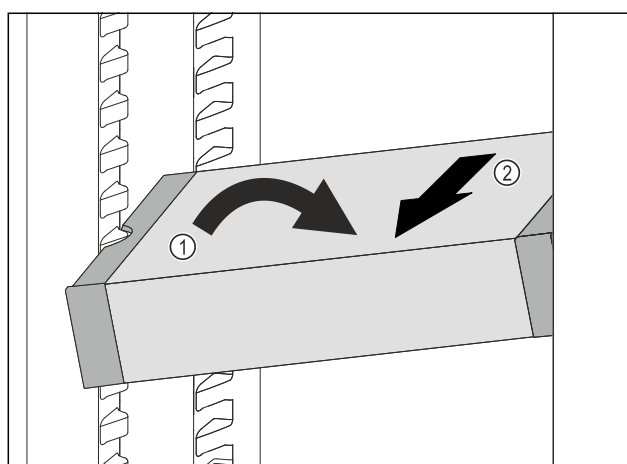

Fig. 66
- ▶ VarioSafe postavte v chladničce šikmo. Fig. 66 (1)
- ▶ VarioSafe odeberte směrem dopředu. Fig. 66 (2)